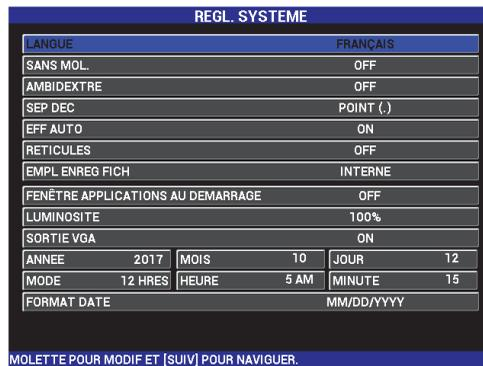

Figure 4-8 Écran REGL. SYSTEME
- Appuyez deux fois sur la touche de menu ADV SETUP (  ), et puis appuyez sur la touche B pour accéder à l'écran **REGL. SYSTEME** (voir la Figure 4-8 à la page 92).